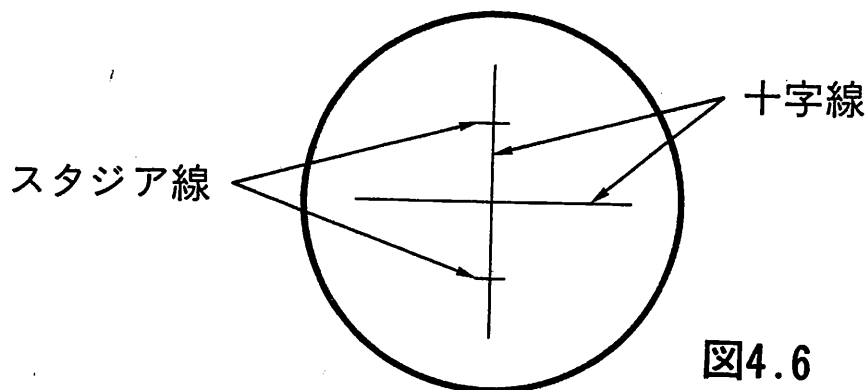

図4.6
- 1) スタジア線に挟まれた長さ l (cm) を測定します。(図4.6)